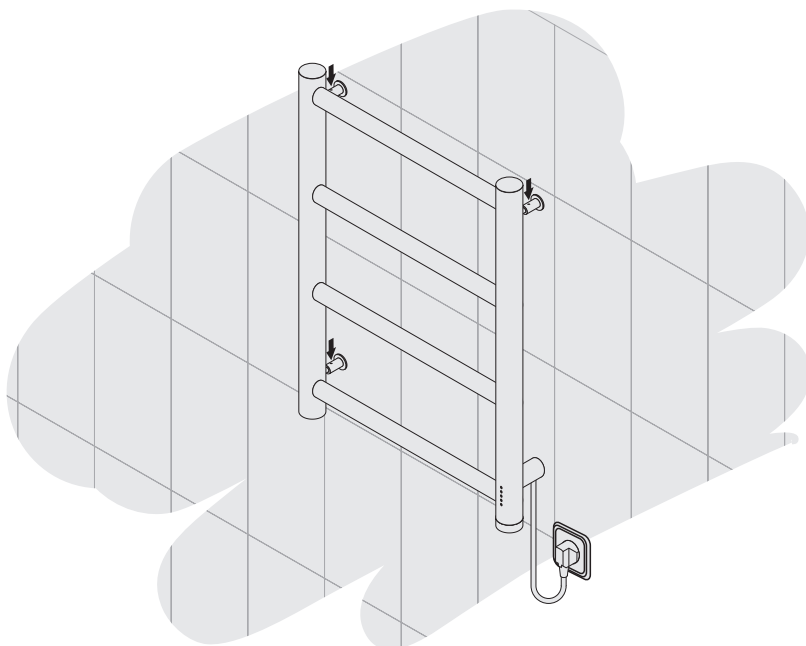

Рис.5
4.1.7. Произвести установку полотенцесушителя, используя стопорные винты (рис. 5).
4.1.8. Подключить полотенцесушитель к электросети используя сетевой шнур (рис. 5).